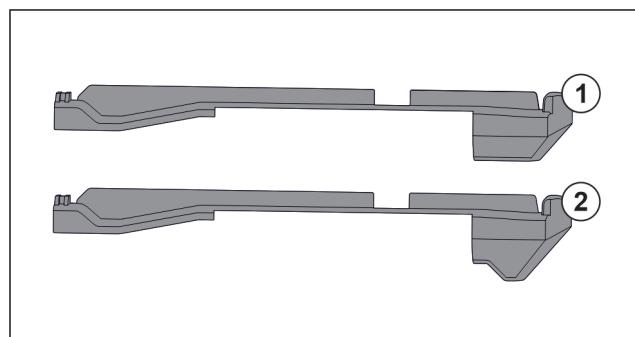

Fig. 147 Сравнение на наставките
В уреда има два вида наставки. Наставката над най-долното чекмедже Fig. 147 (2) има триъгълен ръб. Всички останали наставки Fig. 147 (1) имат прав ръб.
- Поставете наставката Fig. 147 (2) с триъгълния ръб над най-долното чекмедже.
- Поставете наставка Fig. 147 (1) с прав ръб на всички останали места.